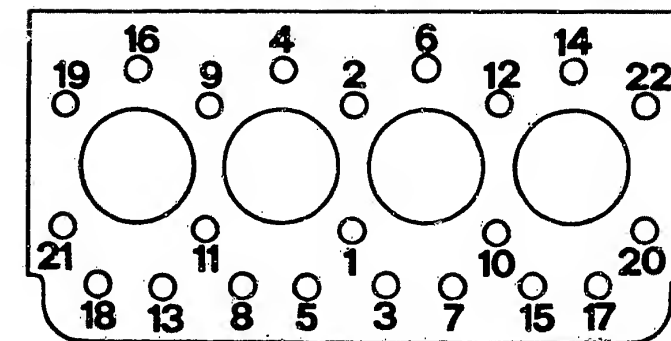

Bild 27 Motor 2500 turbo ds: Anzugsreihenfolge der Zylinderkopfschrauben.
c) **Zylinderkopfdichtung:** Die 22 Befestigungsschrauben des Zylinderkopfes sind in drei Schritten in der Anzugsreihenfolge nach Bild 27 anzuziehen. Zuvor lässt man die eingeölte Schrauben während einer halben Stunde abtropfen. Die Schrauben werden zuerst mit 40Nm angezogen, und dann um 180° weitergedreht. Ein späteres Nachziehen entfällt.